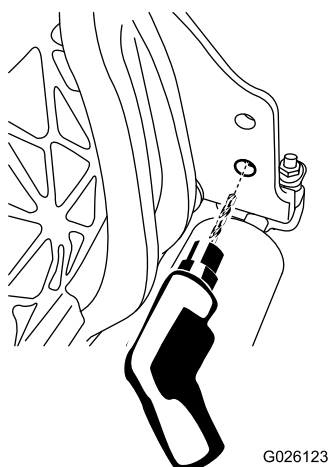

Figura 5
1. Alargue o furo inferior do lado direito da unidade de corte utilizando uma broca de 9 mm (**Figura 5**).